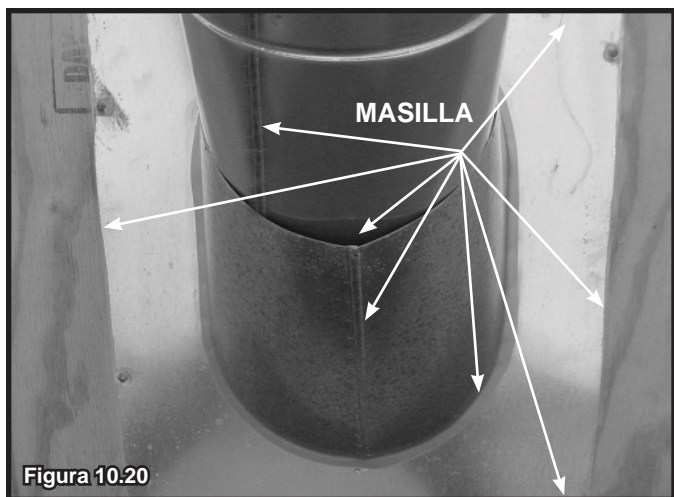

Figura 10.20
- Deslice el tapajuntas para tejados sobre las secciones de conducto que se extienden por arriba del tejado como se muestra en la Figura 10.20.
- Aplique masilla en el perímetro del tapajuntas en hace contacto con el tejado. Consulte la Figura 10.20.